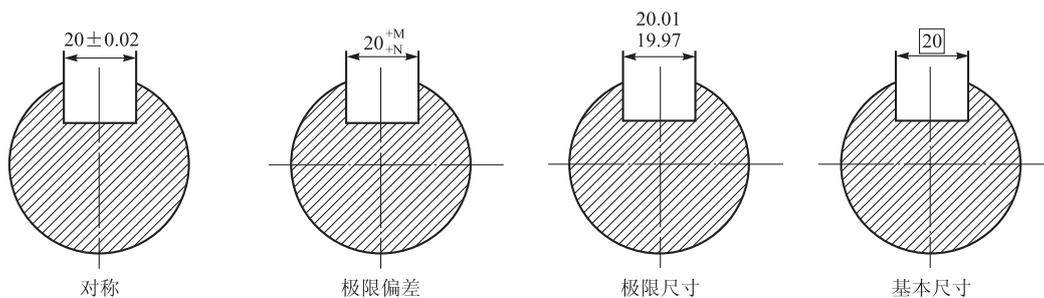

图 2-83 设置公差方式
- 方式：用于设置公差的方式，如对称、极限偏差、极限尺寸和基本尺寸等，其标注式样如图 2-83 所示。